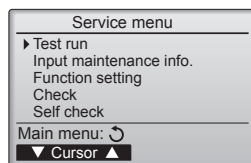

Fig. 7-1
- 1 Επιλέξτε "Test run" (Εκτέλεση ελέγχου) από την οθόνη Service menu (Μενού σέρβις) και πατήστε το κουμπί [EΠΙΛΟΓΗ]. (Fig. 7-1)